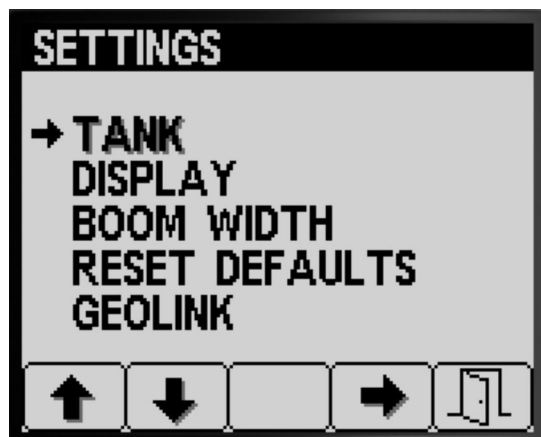

図 11
1. ボタン 1 と 2 でタンクオプション間の移動 図 11。
2. ボタン 4 を押してタンクのサブメニューを選択する 図 11。